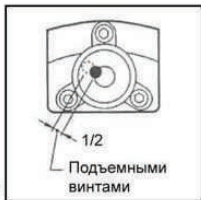

Рис.7
- Устраните половину смещения пузырька с помощью подъемных винтов "5" (Рис.7).